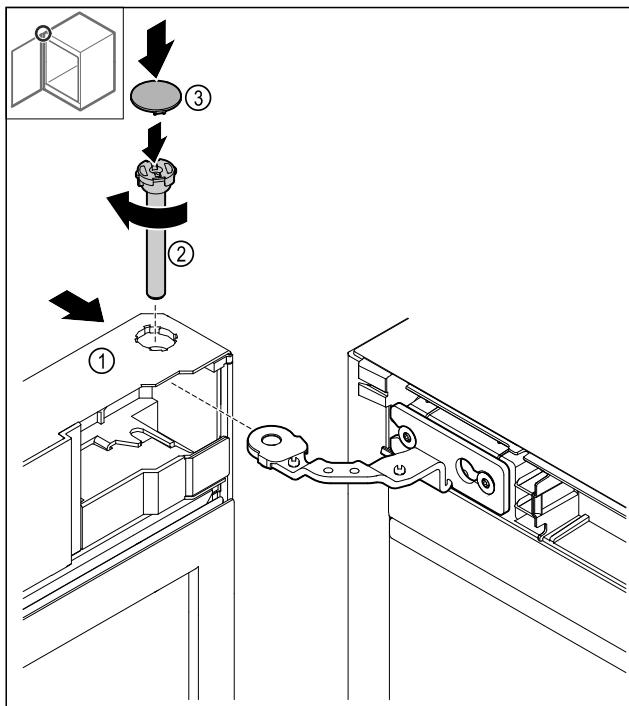

Fig. 48
- ▶ Nasuňte dveře Fig. 48 (1) nahore na závěs.
- ▶ Zasuňte čep Fig. 48 (2) a pevně jej utáhněte ve směru hodinových ručiček.
- ▶ Nasadte kryt Fig. 48 (4).